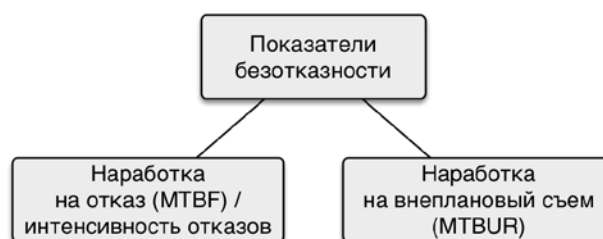

Рис. 10-106 – Показатели безотказности (надежности) компонентов
7) Для отказа от удаления нажать «Нет». Для того чтобы продолжить удаление, нажать «Да». В этом случае появится диалоговое окно с вопросом, удалять ли «дочерние элементы» ресурса из базы данных (рис. 10-106).